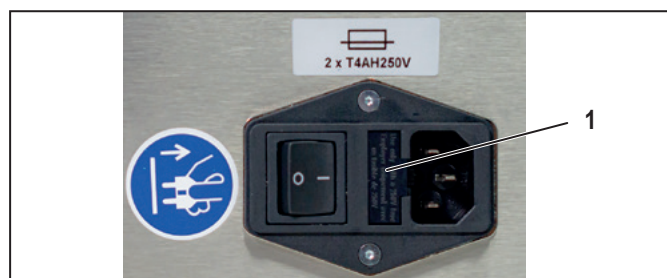

Figura 8.5 Aprire il vano fusibili
- Estrarre il vano fusibili con un cacciavite a taglio, vedi Figura 8.5, 1.